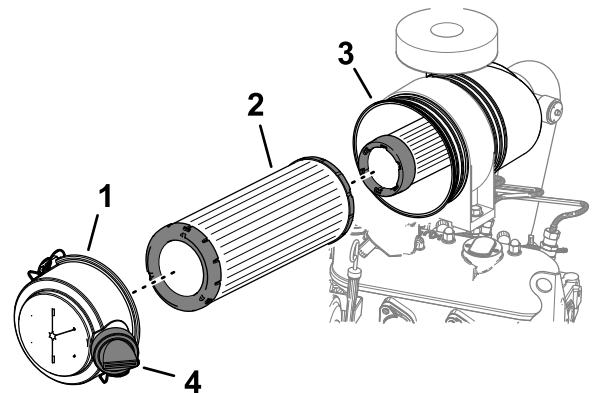

Figura 62
5. Îndepărtați filtrul de aer primar (Figura 62).